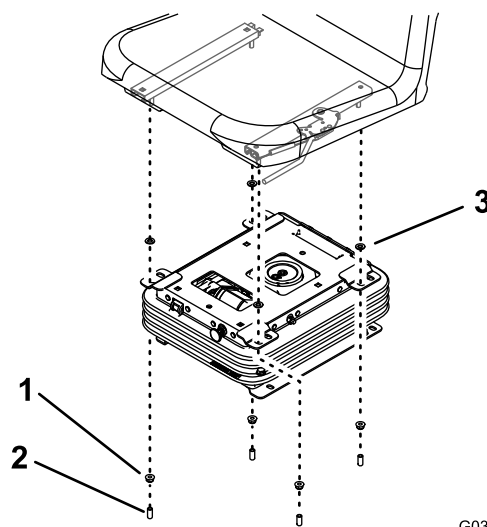

Figura 9
5. Montate i regolatori del sedile sul gruppo delle sospensioni utilizzando 4 rondelle, dadi e 4 tappi (Figura 9).